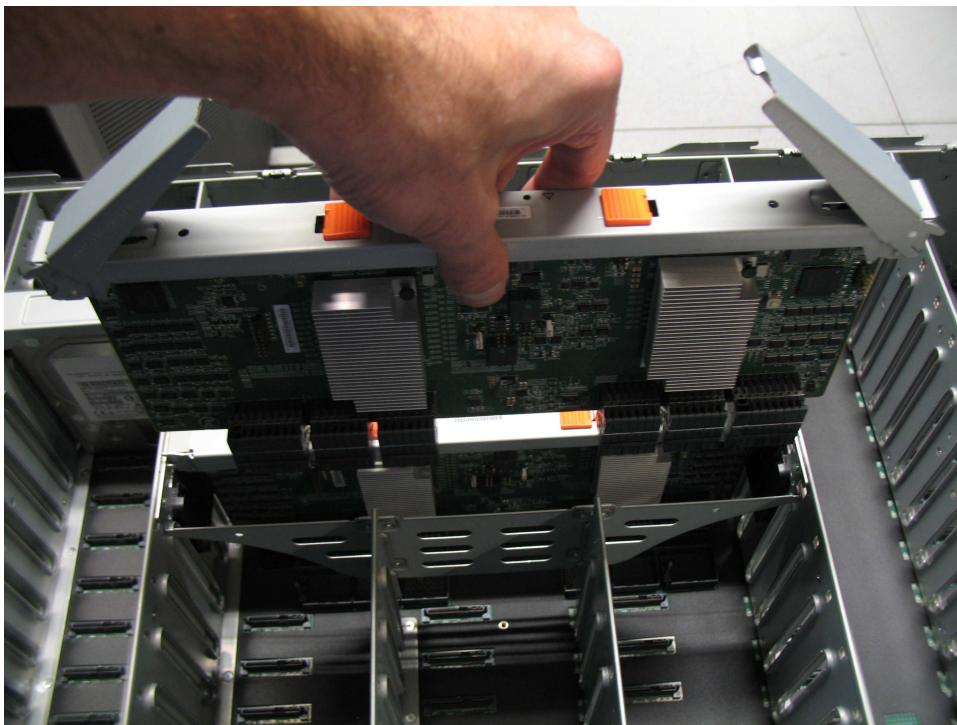

Abbildung 104. Sekundäres Erweiterungsmodul entfernen
4. Heben Sie das sekundäre Erweiterungsmodul vorsichtig aus dem Gehäuse (siehe Abb. 104).